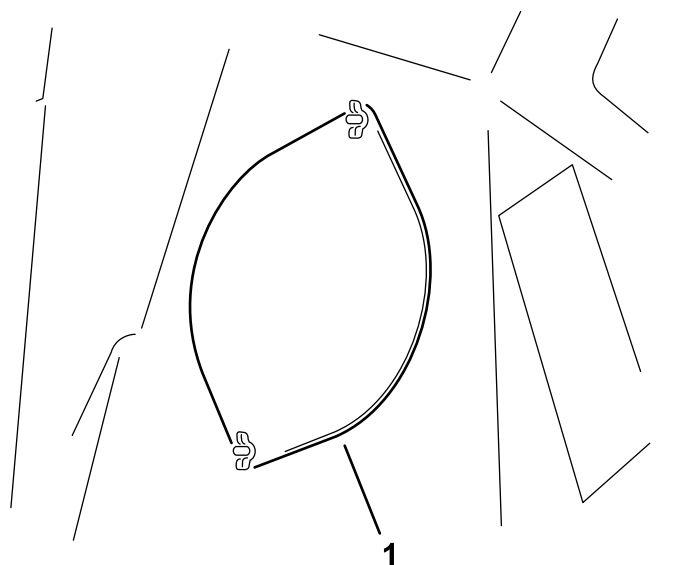

図 31
3. アクセスプレートを固定している蝶ナット2本をゆるめる 図 31。